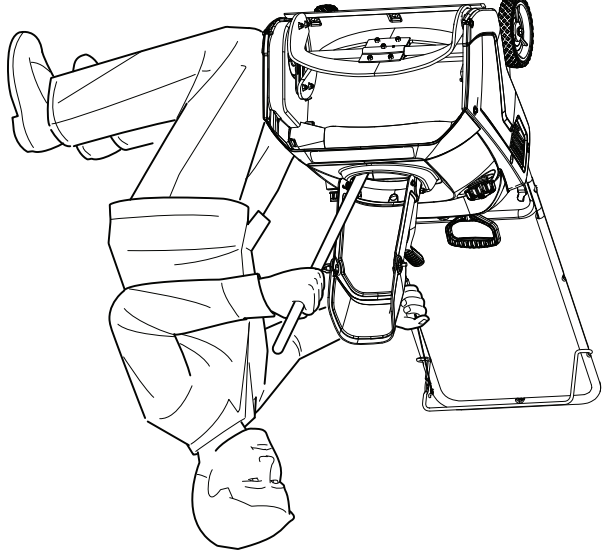

Figure 19
3. Toujours utiliser un outil d'au moins 15 pouces de long pour dégager la goulotte, non pas vos mains (Figure 19).